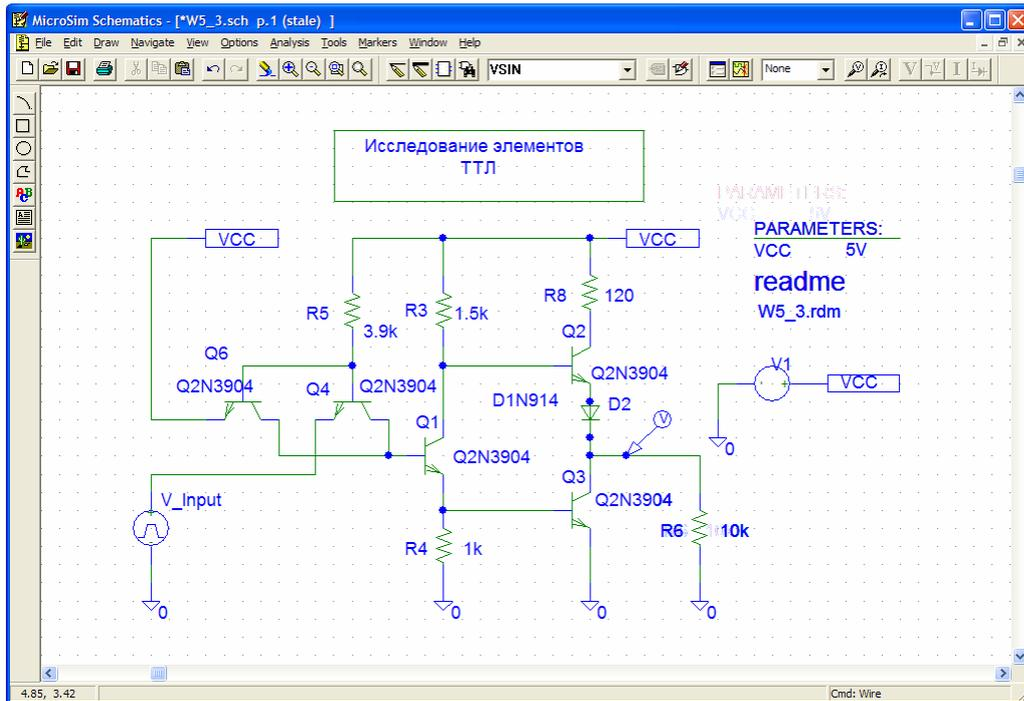

Рис. 8.4.1
1. Собрать схему элемента ТТЛ (рис. 8.4.1). Установить значения элементов, приведенные в табл. 8.4.1.